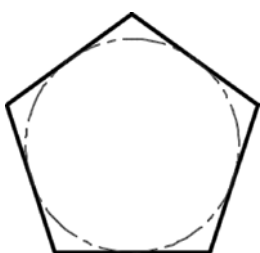

图 5-10 原始图形
❶ 打开“利用夹点拉伸对象练习.dwg”文件，原始图形如图 5-10 所示。